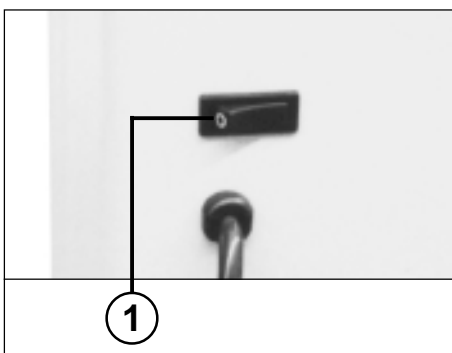

Abb. 1
- 1 = Wippschalter „Betriebsbereit“ (Abb. 1)**
Gerät am Wippschalter (1) (Abb. 1) einschalten. Zum Zeichen der Betriebsbereitschaft leuchtet das Lämpchen der Kontroll-Anzeige „Betriebsbereit“ (5), sowie das der roten Stopp-Taste „S“ (3) auf (Abb. 2).